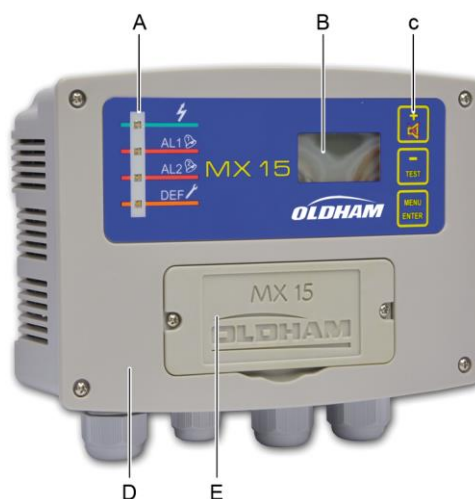

Рисунок 1: Внешний вид контроллера *MX 15*.
- Корпус с крышки для доступа (Рисунок 1, E) к настройкам (нуль, чувствительность);
- Передняя панель (Рисунок 1, D) с индикаторами состояния питания и тревоги (A), ЖК-дисплеем (B) и сенсорными кнопками (ref. C).